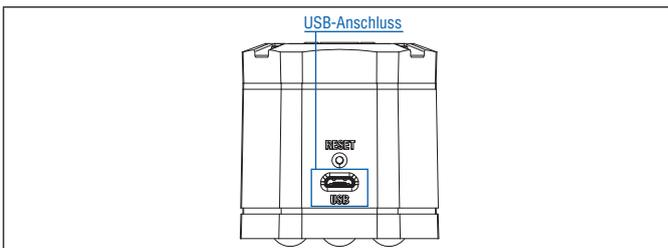

Abb. 38: USB-Buchse am TempoLink® Sensorassistenten
1. Stecken Sie den Micro-USB-Stecker des USB-Kabels in den Anschluss „USB“ an den TempoLink® Sensorassistenten (Abb. 38).